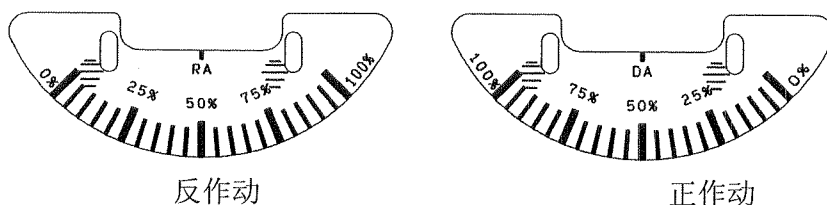

图 25 刻度盘
- (1) 定位器的零点、量程调节校对后，根据作动方向确定使用刻度盘的 DA 面还是 RA 面。(参考图 25)